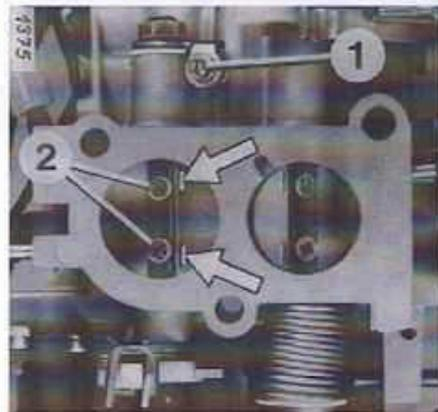

Bild 4
- Biegewerkzeug an Punkt "B" ansetzen und in entsprechender Richtung verbiegen, siehe Bild 4.